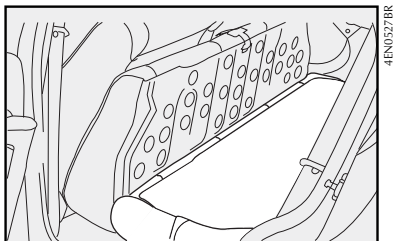
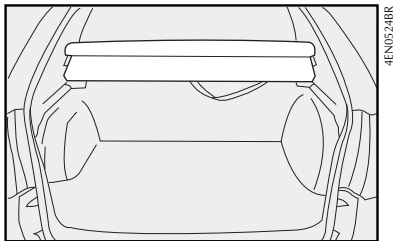

fig. 104
fig. 105
5) Inclíne hacia adelante el respaldo **fig. 104** del asiento trasero haciendo pasar lateralmente los cinturones de seguridad traseros, de manera que se obtenga una superficie de carga única en el compartimiento de equipajes **fig. 105**.